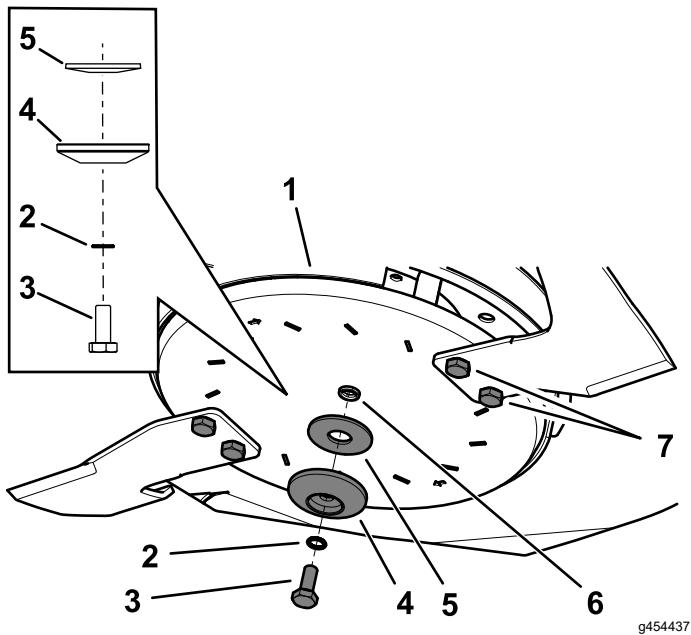

図 105
2. スピンドルシャフトからブレードボルト、鋸歯ワッシャ、ブレードリテーナ、湾曲ワッシャを取り外す図105。
3. ブレードアセンブリを取り外す図105。